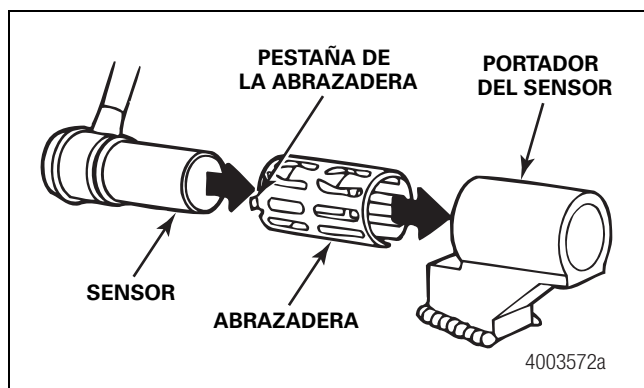

Figura A-1
3. Empuje la abrazadera dentro de portador del sensor desde la parte interna hasta que las pestañas de la abrazadera estén contra el portador del sensor. Empuje el sensor lo más posible dentro de la abrazadera. Figura A-1.